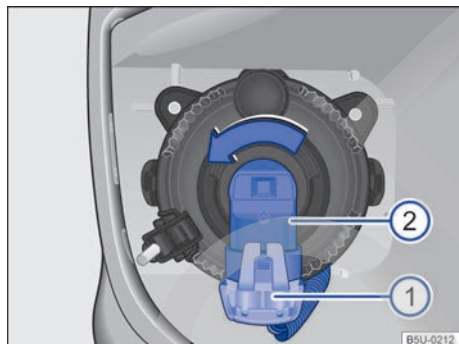

Fig. 192 Cambiar la lámpara incandescente del farol de neblina.
5. Destrobar y retirar el conector de alimentación ⇒ fig. 192 ①.
6. Girar el portalámpara ⇒ fig. 192 ②, en sentido de la flecha hasta el tope en sentido antihorario y retirarlo hacia atrás con la lámpara incandescente.
12. Encajar el conector de alimentación ⇒ fig. 192 ① en el tubo de la lámpara ②. El conector de alimentación necesita encajar de forma audible.